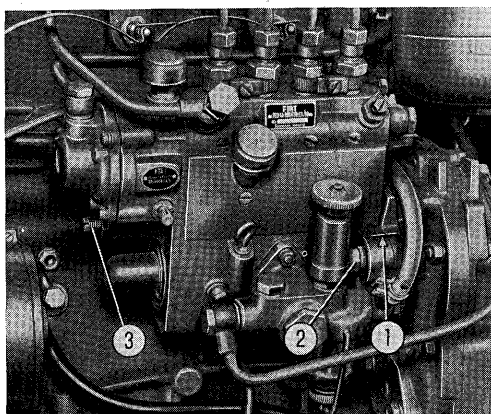
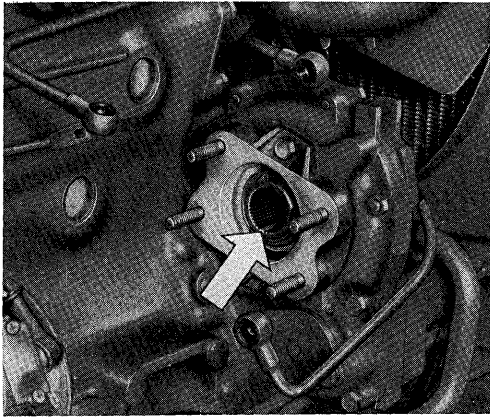

Fig. 18. Indsprøjtningssumpen.
Fig. 19. Indstillingsmærke på pumpedrev.
(1) Kontrolleres igen efter pumpeindstilling.
(2) Justeres med skruen (3) fig. 18.
(3) Tandstangen begynder at bevæge sig mod stop.
(4) Uden stop ved hjælp af regulatorarm.
Sæt pumpen ind på de 4 bolte, idet det iagttages at den brede tand på medbringeren befinder sig udfor udkæringen på pumpeakslen - se fig. 19. Skyd pumpen helt på plads, spænd den fast og kontroller at indstillingsmærkerne (1) fig. 18, står ud for hinanden.
Stil indstillingsmærkerne (1) fig. 18, nøjagtigt ud for hinanden og fastspænd pumpen.